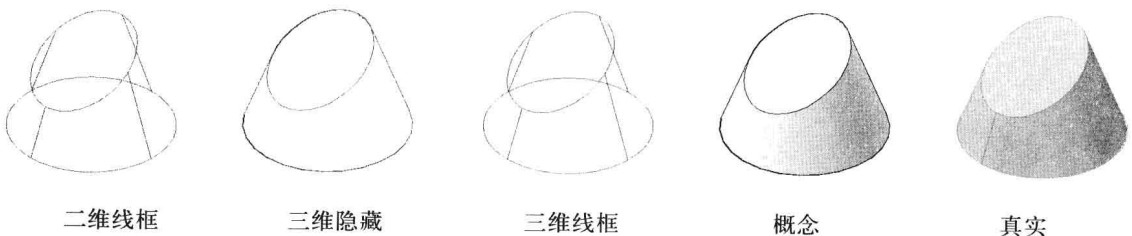

图 8-1-10
(1) 双击素材文件“8-1-2.dwg”，打开的文件中包含一个三维实体模型。
(2) 视图中的三维实体模型是以“二维线框”视觉样式显示的，依次选择菜单命令“视图 / 视觉样式”，在其子菜单中有 5 个视觉样式。
(3) 选择任意一个视觉样式名称，可以改变当前视图的模型显示效果，二维线框、三维隐藏、三维线框、概念、真实的显示效果分别如图 8-1-10 所示。